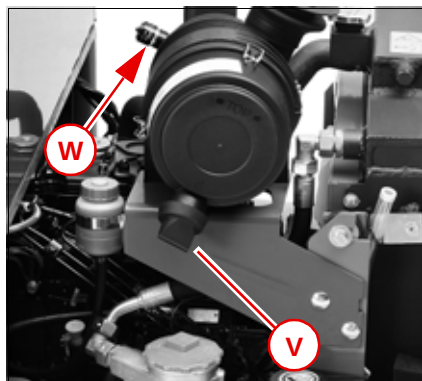

Fig. 178
Limpar ou substituir o filtro de ar do motor quando entre os intervalos de manutenção a tampa vermelha estiver visível no vidro de inspeção do indicador de manutenção **W** (Fig. 178). Para redefinir o display, pressionar o botão **1**.
- ▶ Limpar ou substituir o filtro de ar do motor quando entre os intervalos de manutenção a tampa vermelha estiver visível no indicador de manutenção **W** (Fig. 178)! Para redefinir o display, pressionar o botão 1.